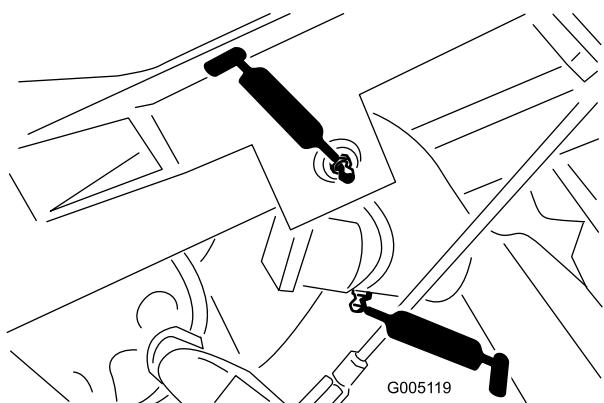

Figure 27
- Pivot de bras de relevage (3) et articulation de pivot (3) (Figure 27)